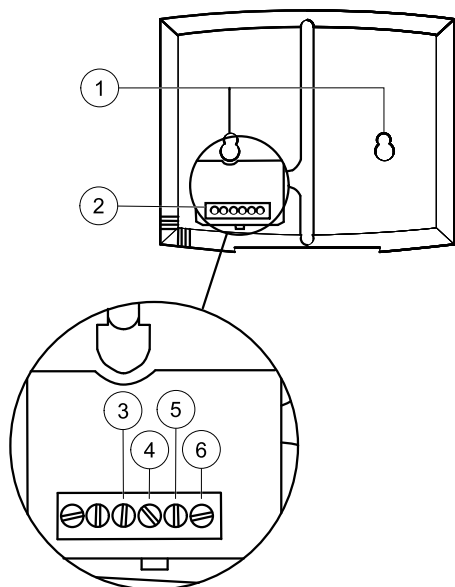

Рис. 13 Электрические соединения пульта управления
Панель управления поставляется присоединенной к контроллеру Corrigo, расположенному в соединительной коробке. Длина кабеля – 10 м. Чтобы отсоединить пульт управления от сигнального кабеля, можно отсоединить провода на его задней части (рисунок 13).
- 2 При необходимости просверлите в стене два отверстия для крепления пульта управления (межцентровое расстояние — 60 мм) (поз.1, рисунок 13).